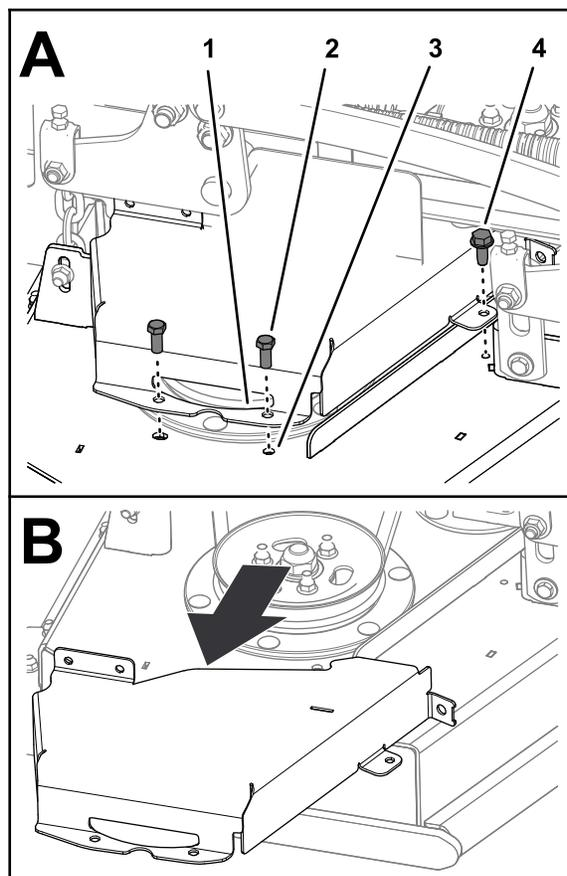

図 39
2. 右側ベルトカバーをデッキに固定しているボルト2本とフランジヘッドねじを外してカバーを外す 図 39。